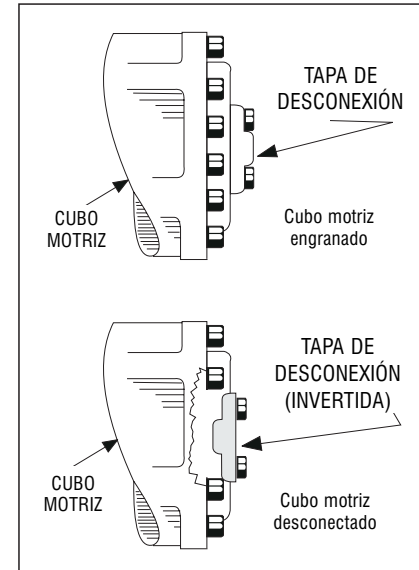

Figura 4-6. Desconexión de cubo motriz
2. Volver a engranar los cubos de las ruedas motrices invirtiendo sus tapas de desconexión. (Ver la Figura 4-6.)